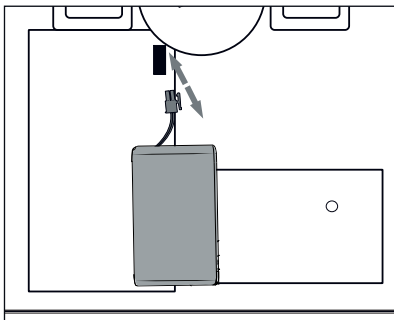

Abb. 17
- 2) Trennen Sie die Steckverbindung des Akkus (siehe Abb. 17 und 18) und entfernen Sie diesen aus dem Akkufach.